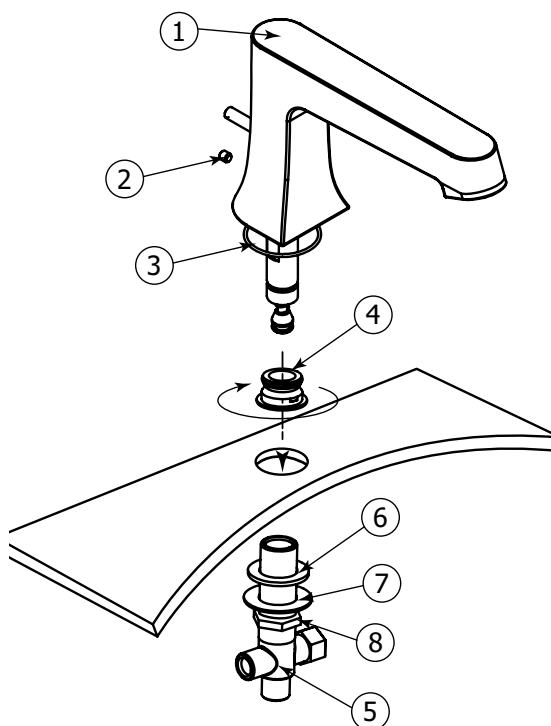

Fig.3
Insert the shank body through the hole from underneath the deck and tighten with nut (4) from the top (Fig.3).
Ensuite, insérer le raccord par en dessous de la surface et remettre l'écrou de retenue (4) par le haut. S'assurer de fixer le raccord fermement (Fig.3). Au besoin, serrer également l'écrou du bas (8) avec les rondelles en caoutchouc (6) et en métal (7).